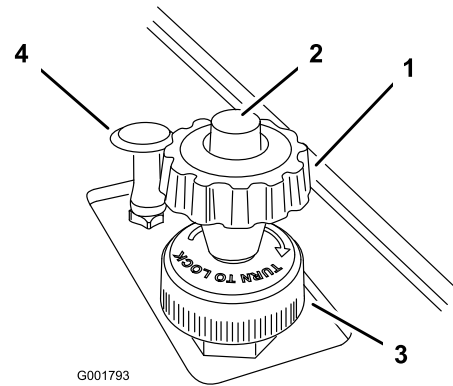

Figura 22
2. Pulse el botón de la parte superior del pomo del limitador de velocidad y tire hacia arriba del mismo hasta que note que toca el pedal del acelerador, luego suelte el botón (Figura 22).
4. Cuando haya logrado el ajuste deseado, puede bloquearlo girando la anilla de bloqueo en la base del limitador de velocidad en el sentido de las agujas del reloj hasta que haga tope (Figura 22). Para soltar este bloqueo, gire la anilla de bloqueo en el sentido contrario a las agujas del reloj hasta que quede suelta.